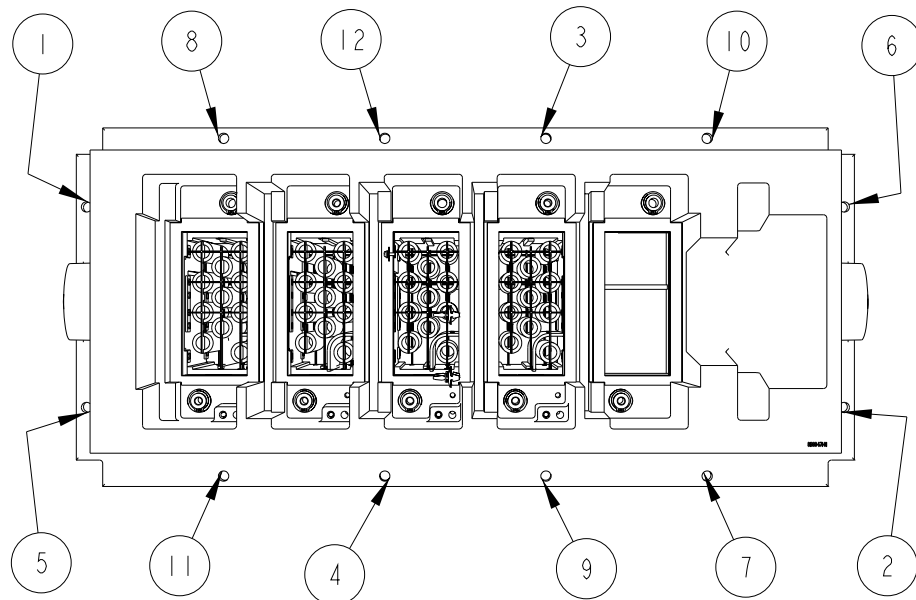

Bild 6.23 – Typisches Spannmuster
6. Beim Einsetzen des PowerCage sollten die Schrauben im äußeren Flansch nur handfest angezogen werden. Danach sind die Schrauben über Kreuz wie in Bild 6.23 anzuziehen, um eine gleichmäßige Verspannung zu gewährleisten.